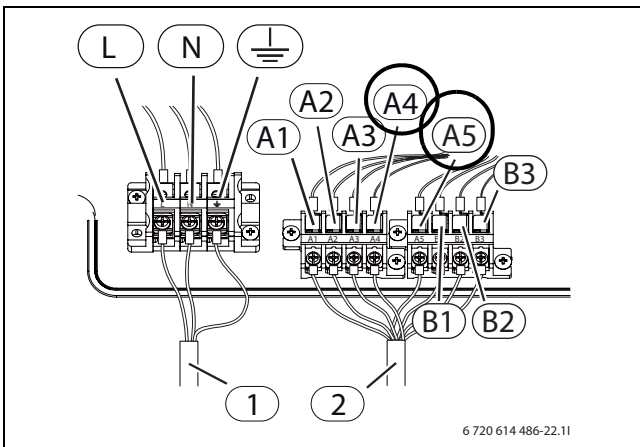

Fig. 68
3. Mål spenningen i likestrøm mellom A4 og A5 (fig. 68 - side 53). Den skal være på maks.15 V DC.